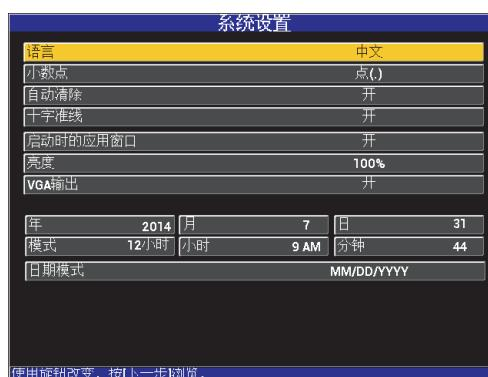

图 4-1 系统设置屏幕
- 按两下高级设置菜单键 ()，然后按下 **B** 键，访问系统设置屏幕 (参见第 57 页的图 4-1)。
1. 按两下**高级设置**菜单键 (☰⚙️)，然后按下**B**键，访问**系统设置**屏幕（参见第 57 页的图 4-1）。
3. 在**系统设置**屏幕上（参见第 57 页的图 4-1），使用**全屏 / 下一组键** ()，加亮显示所需的参数，然后使用旋钮更改这个参数的值：